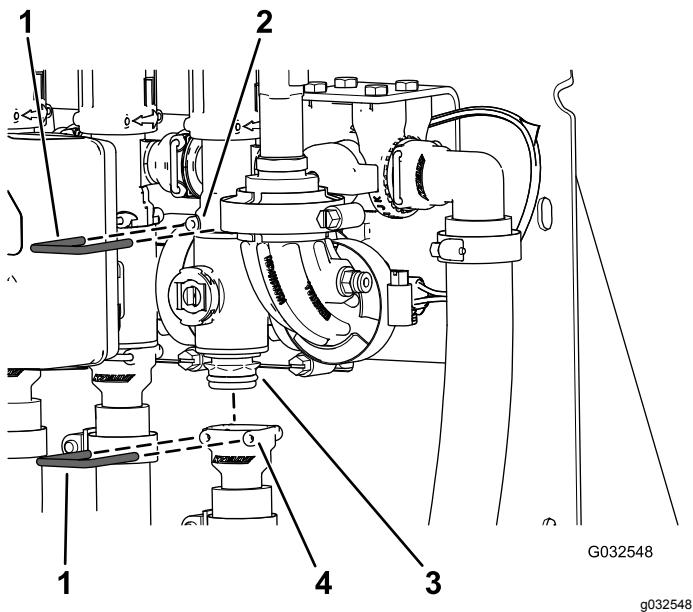

Figura 100
2. Retire la horquilla de retención que sujeta el distribuidor de la válvula de sección al acoplamiento de desvío (Figura 100).